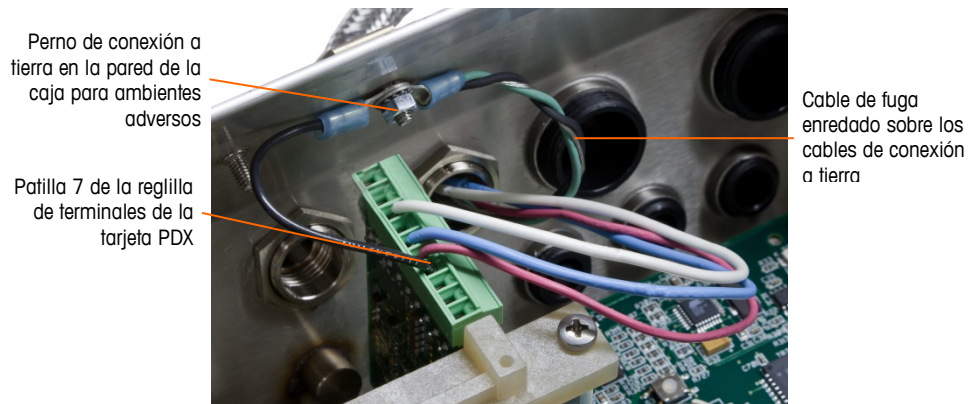

Figura 2-52: Conexión a tierra de la energía del cable de conexión POWERCELL PDX, ambientes adversos
- b. A continuación, tuerza el cable de fuga de energía del cable de conexión junto con el cable de tierra de energía y haga una conexión en el mismo perno de conexión a tierra usando otro terminal de anillo como se muestra en Figura 2-52.